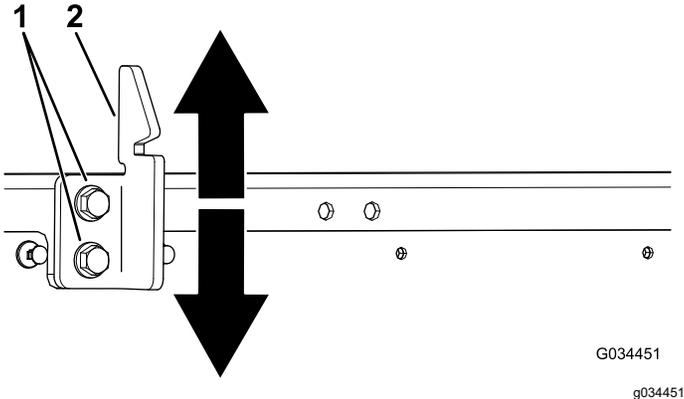

图 67
3. 拧松货斗门锁撞销上的 2 个螺栓并向上或向下取决于撞销过高还是过低移动撞销 图 67。
4. 拧紧货斗门锁撞销上的 2 个螺栓 图 67。